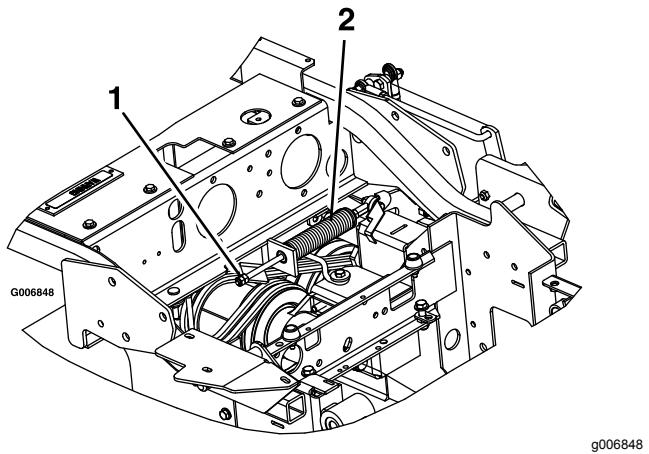

Figura 60
- Localice el muelle del freno y desenrosque las dos contratuerca hasta el extremo de la varilla del muelle del freno (Figura 60).